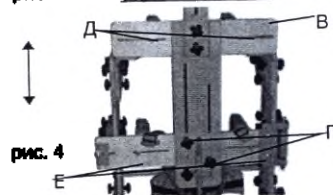

рис.4
3) Регулировка грудной секции по высоте (рис.4).
4) Регулировка бедренной и грудной секций по ширине (рис.4,5)
Для того, чтобы изменить расстояние между боковыми ограничителями на грудной и бедренной секциях, необходимо ослабить винты-барашки боковых ограничителей сзади секции (рис.4 Д, Е) и подвинуть их на нужное расстояние по ширине по регулировочным пазам. Регулировка секций по ширине осуществляется за счет изменения расстояния между боковыми ограничителями.